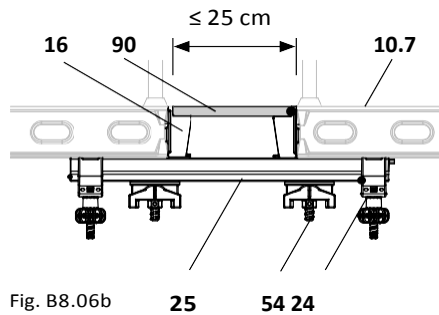
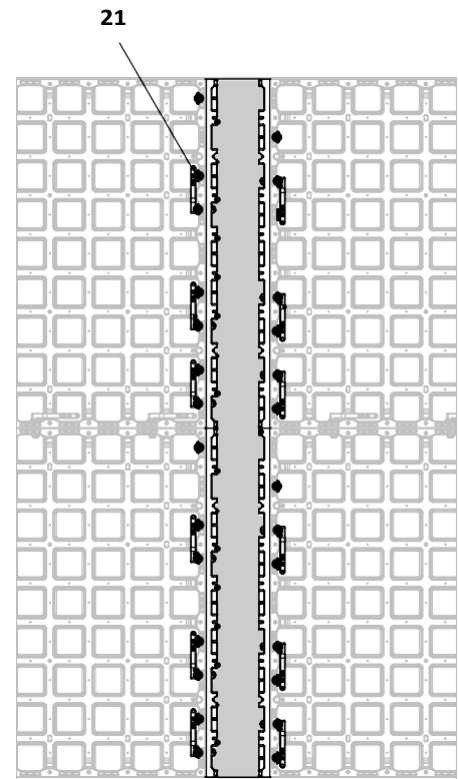

Fig. B8.06b
Fig. B8.06a
1. Монтирайте опората (16) на двата елемента с 6 съединители DUO от всяка страна! (Fig. B8.06a)
2. Отрежете вложката 18 mm (60) с 2 cm по-тясна от дължината за изравняване. Сложете вложката. От външната страна завийте 2 болта Torx 5 x 15 през отворите на опората.
3. Монтирайте изравнителния ригел DUO 62 (25) с държача за тръби DUO (24).
4. Прекарайте шпилката през отворите на елемента (54). (Fig. B8.06b + B8.06c)